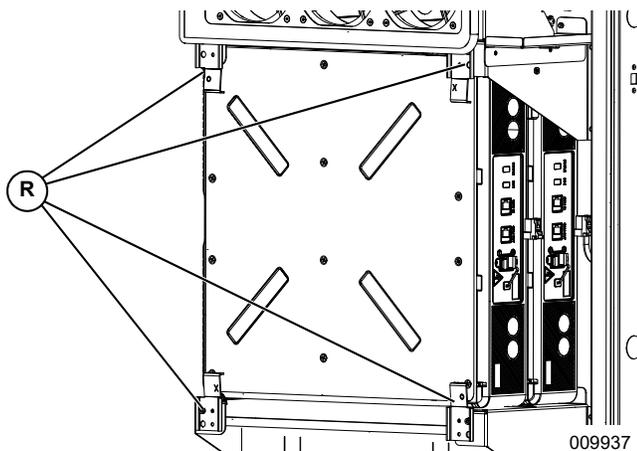

Figure 4-26. Agrafes de retenue (1 de 3)
Voir **Figure 4-26**. Tous les modules de batterie avant doivent être fixés avec des agrafes de retenue (R).